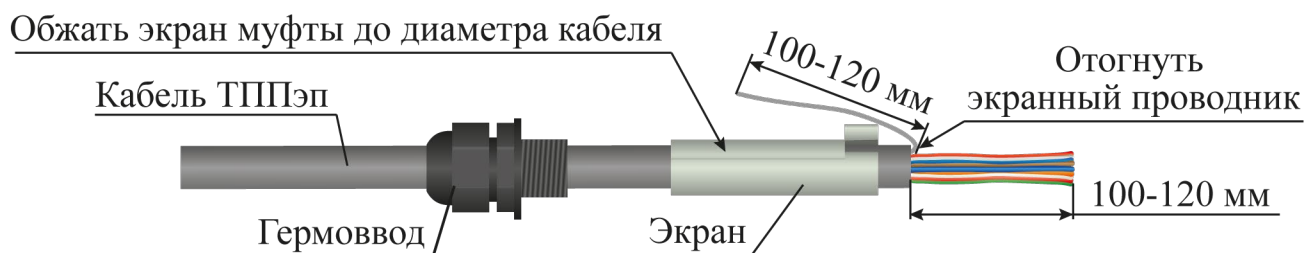

Рисунок 4.5
– надеть на оболочку кабеля ТППЭп в следующей последовательности: гермоввод, экран устройства оконечного (рисунок 4.5);
- обжать экран устройства оконечного до диаметра кабеля ТППЭп с помощью плоскогубцев (рисунок 4.5);
- снять оболочку со свободного конца кабеля ТППЭп (с кабеля ТППБЭп снять белую и черную оболочки) длиной 100 - 120 мм (рисунок 4.5);
- экранный проводник отвести в сторону (рисунок 4.5);